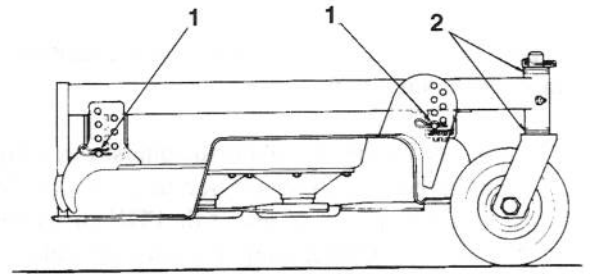

Figure 17
- A. Pour les unités de coupe qui fonctionnent normalement avec une hauteur de coupe de 25 à 50 mm, le bord inférieur doit être relevé. Enlever la clavette qui fixe la roue pivotante à l'extrémité inférieure (Fig. 17) et déposer l'ensemble roue.
- C. Si l'unité de coupe fonctionne normalement avec une hauteur de coupe de 50 à 100 mm, abaisser le côté supérieur. Enlever la clavette de la roue pivotante à l'extrémité supérieure de l'unité et déposer l'ensemble roue (Fig. 17).